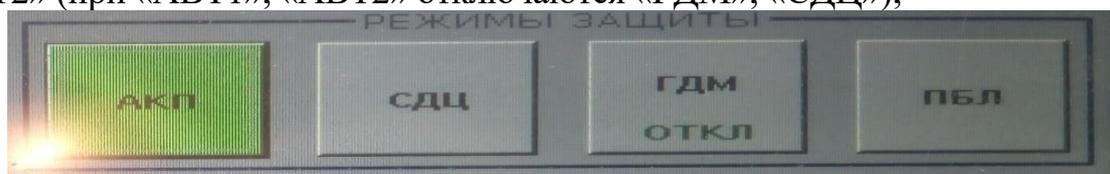

Рис. 5.32. Включение системы защиты «АКП» на панели МПС 12
5) для подавления АШП необходимо включить автокомпенсацию АШП, для чего нажать кнопку «АКП» (кнопка подсветится зеленым цветом) (автокомпенсатор (кнопка «АКП») следует включать при наличии АШП) (рис. 5.32). При отсутствии АШП, для исключения собственных потерь в способности к обнаружению станции АШП (около 1 дБ), рекомендуется отключить устройства компенсации, РЧ: «АНАЛИЗ», режим выбора рабочей частоты «РУЧ» или «АВТ1», «АВТ2» (при «АВТ1», «АВТ2» отключаются «ГДМ», «СДЦ»);